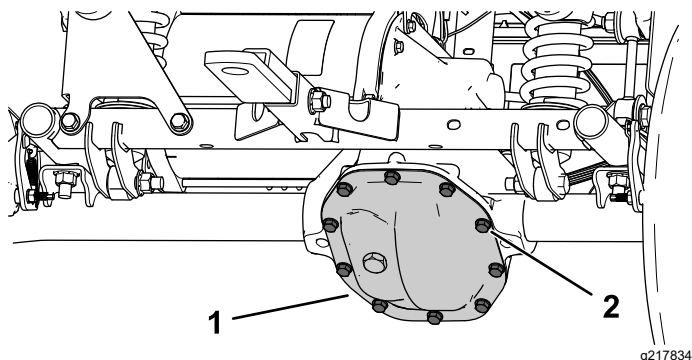

図 50
1. トランスアクスルカバーの下にオイルを受ける容器をおく 図 50。
2. トランスアクスルカバーについているボルトを外してオイルが完全に抜けるのを待つ 図 50。